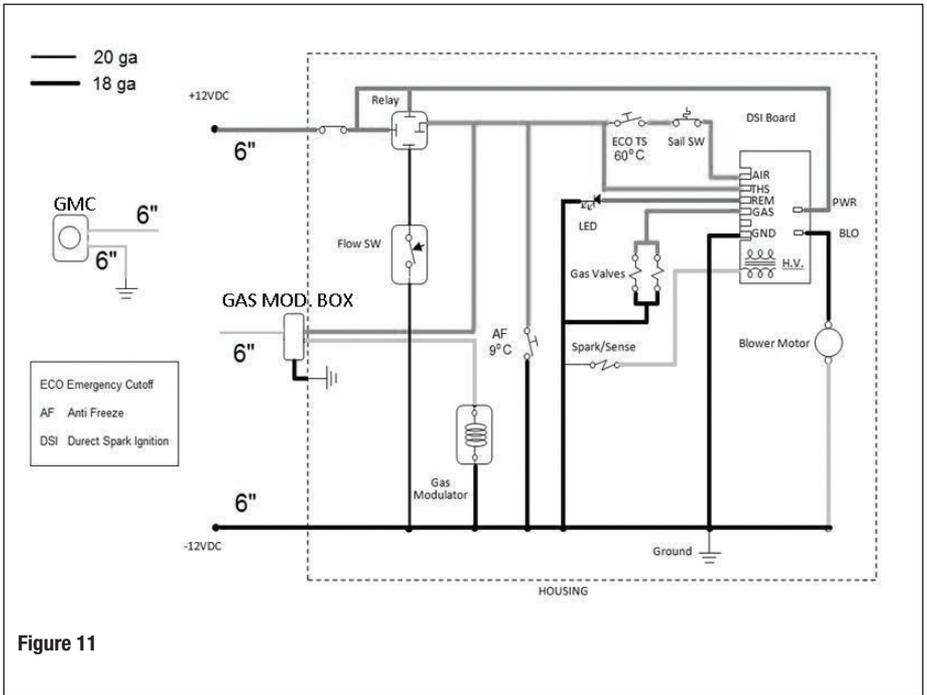

Figure 11
3. Figure 11: Diagramme de circuit illustrant la logique de contrôle et la fonction de chaque composant électrique.